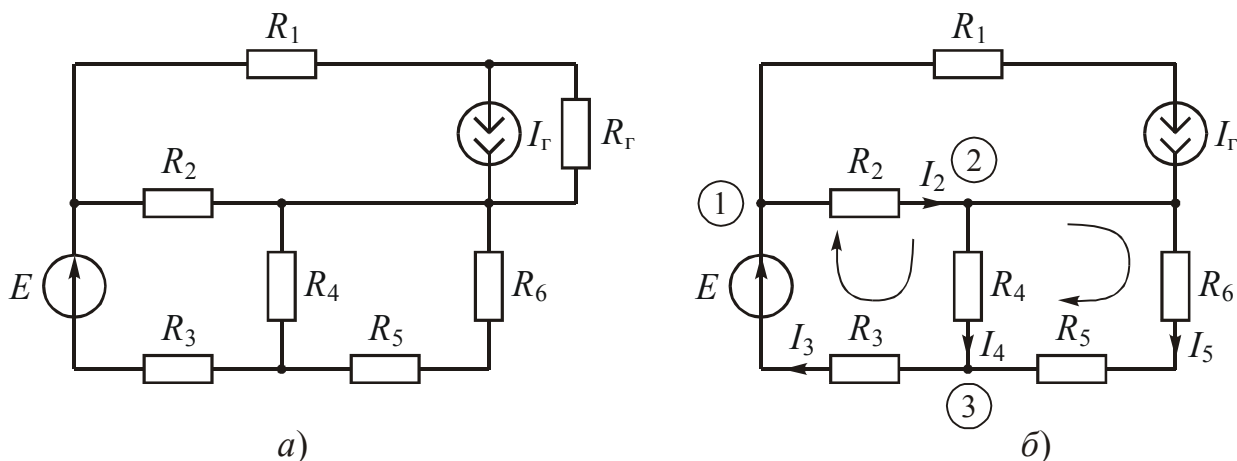
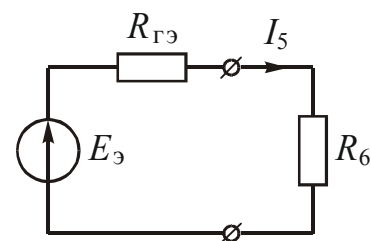
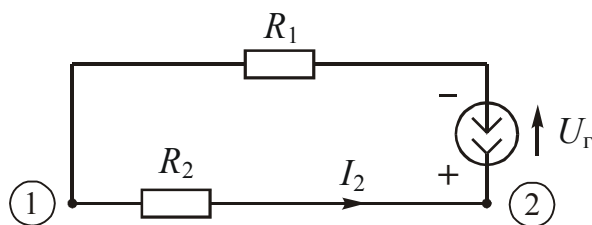

Рис. 3.2
Рис. 3.4
Рис. 3.6
На рис. 3.2, а приведена схема цепи. Значения ее элементов: $E = 10 \text{ В}$, $I_{\Gamma} = 2 \text{ А}$, $R_1 = 1 \text{ Ом}$, $R_2 = 2 \text{ Ом}$, $R_3 = 3 \text{ Ом}$, $R_4 = 4 \text{ Ом}$, $R_5 = 5 \text{ Ом}$, $R_6 = 6 \text{ Ом}$, $R_{\Gamma} = 100 \text{ кОм}$, $R_x = R_6$.
Внутреннее сопротивление источника тока $R_{\Gamma} = 100 \text{ кОм}$ много больше остальных сопротивлений схемы, поэтому оно практически не будет влиять на распределение токов в цепи и им можно пренебречь. Тогда предложенная схема может быть заменена эквивалентной (рис. 3.2, б), более удобной для расчетов.
1.1. Указываем направление токов в схеме на рис. 3.2, б.
1.4 Выбираем $N = 2$ контура в схеме на рис. 3.2, б и направления их обхода для составления уравнений. Учитываем, что в контур нельзя включать ветвь с источником тока, если неизвестно напряжение на его зажимах.
2.1. Заземляем узел 2 в схеме (рис. 3.2, б), т. к. к нему подходит 4 ветви.
где $1/(R_1 + \infty)$ означает, что в ветви с сопротивлением R_1 включен источник тока с внутренним сопротивлением $R_r = \infty$ (рис. 3.2, б).
3.1. Принимаем за основу токи, указанные на рис. 3.2, б, следовательно рассчитываем ток I_5 .
Решить эту задачу удобно с помощью метода эквивалентного генератора. Если всю часть схемы относительно точек подключения сопротивления $R_x = R_6$ (рис. 3.2, б) заменить эквивалентным генератором напряжения, то получим схему, показанную на рис. 3.4. В этой схеме максимальная мощность в сопротивлении R_6 будет выделяться тогда, когда его значение будет равно $R_{ГЭ}$ – внутреннему сопротивлению эквивалентного генератора напряжения, имеющему ЭДС $E_э$. Следовательно, решение задачи будет сводиться к расчету $E_э$ и $R_{ГЭ}$.
На схеме холостого хода указываются токи и направление напряжения U_{xx} . Обычно направление U_{xx} совпадает с направлением тока I_5 в схеме на рис. 3.2, б. Для расчета U_{xx} удобно записать уравнение по закону Кирхгофа: $U_{xx} - R_4 I_4 = 0$, а ток I_4 найти любым известным методом. Например, с помощью уравнений по законам Кирхгофа: $I_Г = I_2 + I_4$; $(R_4 + R_3)I_4 - R_2 I_2 = E$. В результате находим, что $U_{xx} = 6,22$ В. Следовательно $E_э = 6,22$ В.
Максимальная мощность в R_6 в схеме (рис. 3.2, б) будет выделяться тогда, когда $R_6 = R_{ГЭ}$ будет равно 5,22 Ом. Величина этой мощности может быть определена из соотношения, составленного для схемы, изображенной на рис. 3.4:
Исходя из сказанного, баланс мощностей для схемы на рис. 3.2, б определяется выражением
где $U_{Г}$ – напряжение на зажимах источника тока. Напряжение $U_{Г}$ легко найти, если из схемы на рис. 3.2, б выделить контур с элементами $R_1 - R_2 - I_{Г}$ (рис. 3.6) и составить для него уравнение